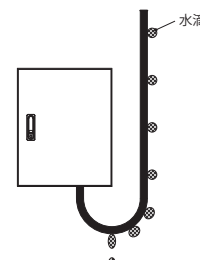

図2
- 盤内機器への電線配線経路に配慮(電線を曲げて水が伝わらないようにする。電線を伝って水が滴下する位置に注意)してください。(図2)